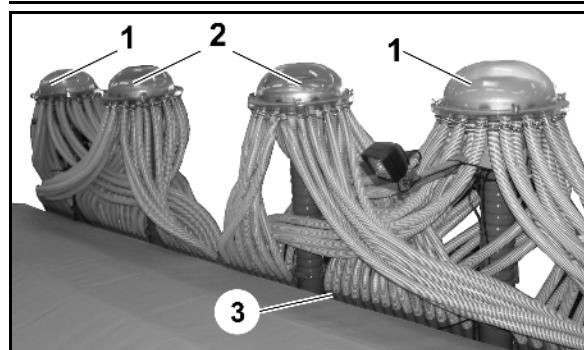

Рис. 61
- Внешние распределительные головки для посевного материала (Рис. 61/1).
- Средние распределительные головки для удобрения (Рис. 61/2).
С помощью системы шлангов(Рис. 61/3) удобрение с посевным материалом транспортируются соответственно к сошнику.